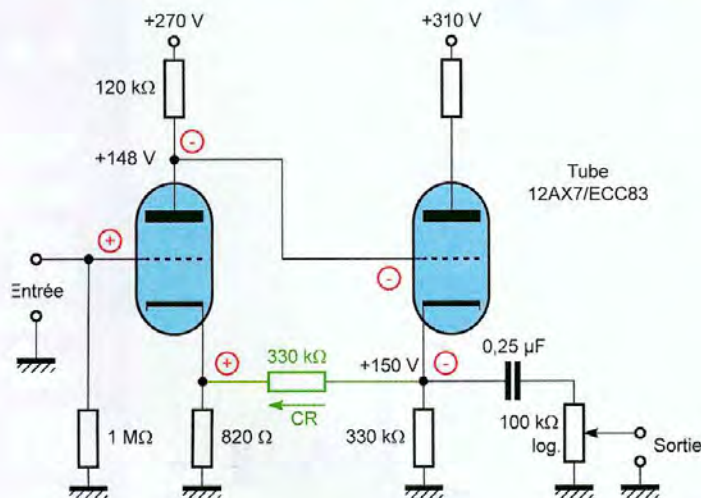

Figure 6 : Contre-réaction cathode à cathode (schéma Mc Intosh).
- Ampli de ligne par Mc Intosh (C20 et C22). Contre-réaction dite « cathode à cathode » (figure 6).